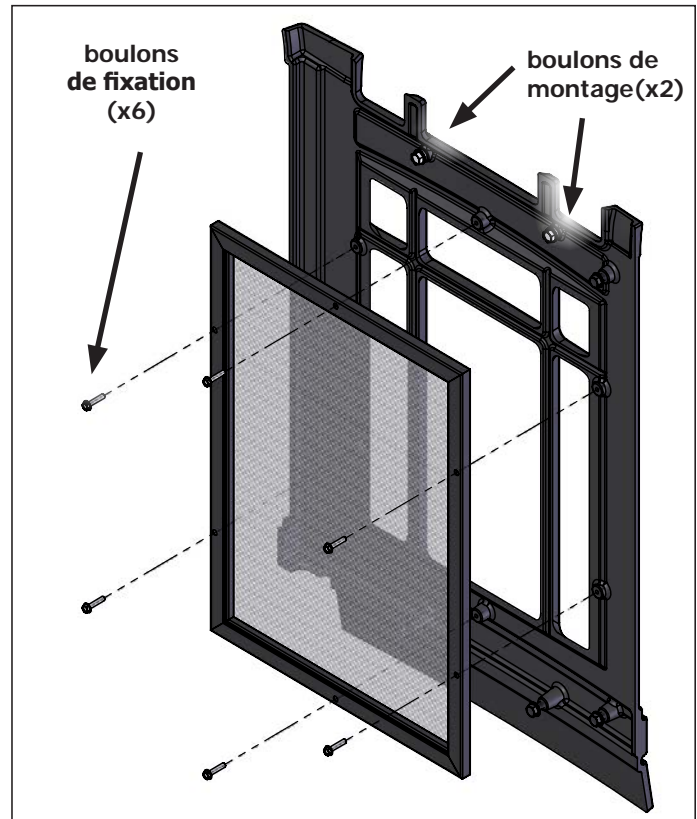

FIGURE 56: Dépose de l'écran de sécurité- Côtés
**Étape 5:** Retirez le côté moulé (gauche ou droite) en desserrant les deux (2) boulons de fixation supérieurs (Figure 56) à l'aide d'une clé 3/8 ". Ensuite, soulevez pour enlever le côté moulé et déposez-le sur une surface douce.
**Étape 6:** Retirez les six (6) boulons de fixation (Figure 56) à l'aide d'une douille 1/4 "et retirez la grille endommagée tout en notant l'orientation. Installez le nouvel écran (50-3716) en réinstallant simplement les boulons de fixation.
**Étape 7:** Réinstallez le côté moulé et serrez les deux (2) boulons de fixation supérieurs. Réinstallez la porte coulée et le dessus pour terminer.